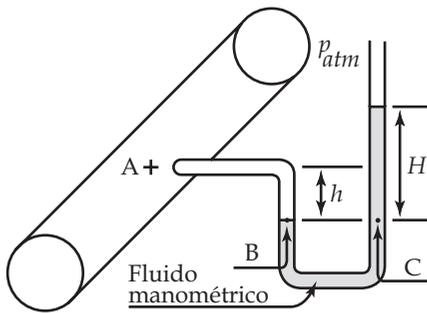

Figura Er1.3
**Er1.3** Um manômetro em U é utilizado para medir a pressão de água a 20°C que escoa em uma tubulação, conforme indicado na Figura Er1.3. O fluido manométrico é mercúrio, cuja densidade relativa é igual a 13,55. Sabendo que  $h = 20 \text{ cm}$ ,  $H = 45 \text{ cm}$  e que a pressão atmosférica local é igual a 94 kPa, pede-se para calcular a pressão manométrica e a absoluta do fluido no ponto A.